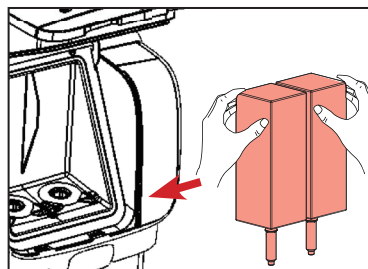

Fig.5
4. Linisin ang opening ng doser gamit ang isang brush at ang panloob ng cooling compartment gamit ang isang malinis na basang basahan at tuyuin gamit ang isang malinis na basahan o paper towel (Tingnan ang Fig.4). Pagkatapos ay palitan ang mga pakete ng produkto (Tingnan ang Fig.5).